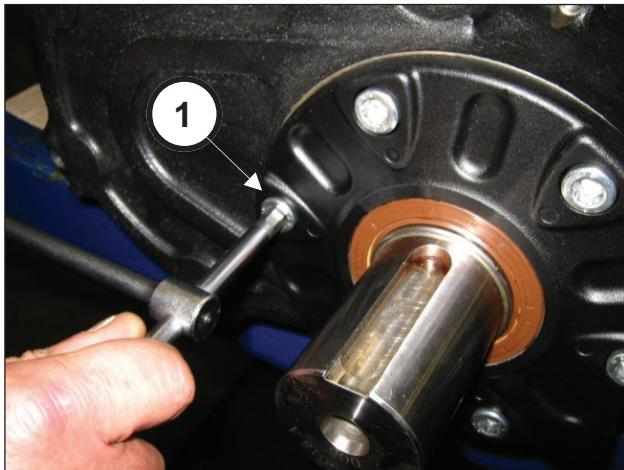

图 4
拧松链轮盖（位置①，图 4）的固定螺栓并拆除盖子（位置①，图 5）。